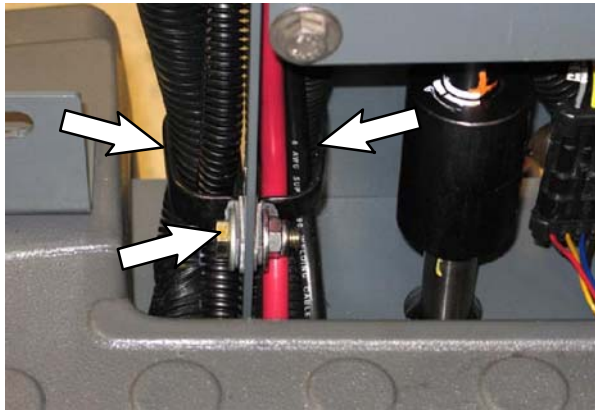

FIG. 52
32. Remplacez les serres-câbles. (Fig. 52)